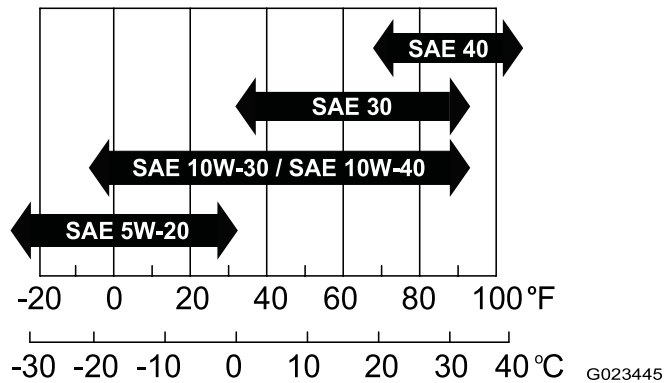

図 14
- **粘度** SAE 30 他の粘度のオイルを使用する場合には、以下の表を参照のこと 図 14